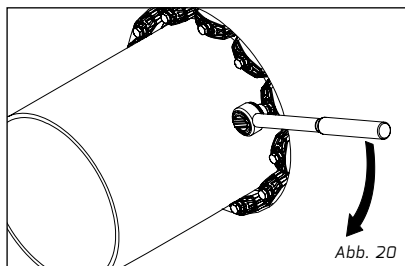

Abb. 20
- 7 Danach Schrauben mit jeweils 5 Umdrehungen, beginnend bei Pos. 12 Uhr, nacheinander (**nicht über Kreuz**) im Uhrzeigersinn anziehen bis Drehmoment (**siehe Tabelle 1**) erreicht ist (siehe Abb.: 20).